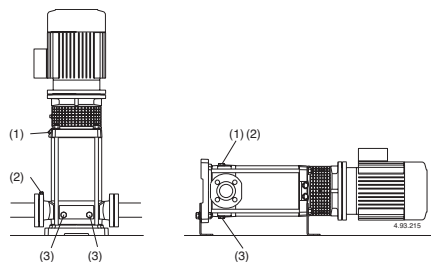

Fig. 4 (1) Remplissage et évent
Avec la **pompe au dessus du niveau de l'eau** (fonctionnement en aspiration, **fig. 3A**) ou avec un niveau d'eau en charge non suffisant (inférieur à 1 m) pour ouvrir le clapet de non-retour, remplir le tuyau d'aspiration et la pompe à travers du trou approprié (1) (**fig. 4**).
(2) Event aspiration
(3) Vidange
Avec le **niveau d'eau côté aspiration sur la pompe** (fonctionnement en charge, **fig. 3B**), remplir la pompe en ouvrant lentement et complètement la vanne sur le tuyau d'arrivée, en tenant ouverte la vanne de refoulement et les bouchons (1), (2) (**fig. 4**) pour purger l'air.
Serrer les bouchons d'évent (1), (2) (**fig. 4**), pour MXV-B, MXV(L) 25-32-40 et MXV(L)4 25-32-40 serrer la vis-épingle (14.17) dans le bouchon de vidange (14.12) (**fig. 4b**) et fermer l'évent (14.04).
Si l'on constate une perte d'amorçage (interruption du flux au refoulement, bien que les vannes soient ouvertes) ou si l'on note une oscillation de la pression indiquée par le manomètre, repurger le tuyau d'aspiration (2), vérifier que tous les joints du tuyau d'aspiration soient parfaitement étanches et fermer les bouchons de purge (2) et les bouchons de vidange (3) sur l'aspiration (**fig. 4**).
Si possible comme dans le cas d'utilisations temporaires avec des liquides sales, faire fonctionner la pompe avec de l'eau propre pour éliminer les dépôts. Préférer le rinçage immédiat de la pompe avec de l'eau propre (environ 40 litres), remplir par le bouchon (1) sur le refoulement et vidanger par le bouchon (3) sur l'aspiration (fig. 4.).
Avant le désassemblage, fermer les vannes d'aspiration et de refolement et vider le corps de pompe (fig. 4).